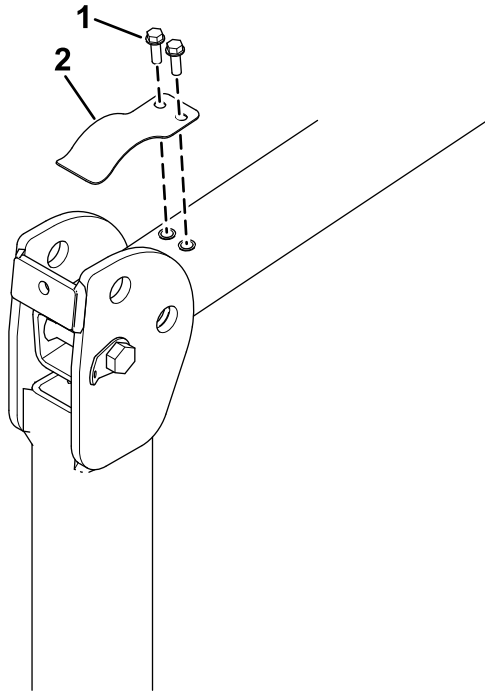

Figura 7
1. Con la barra antivuelco bajada, retire el muelle de lámina antitraqueteo (Figura 7) de cada lado de la barra antivuelco.